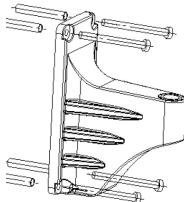

Fig.1
- Fissare correttamente la staffa con le quattro viti autofilettanti (Fig. 1).